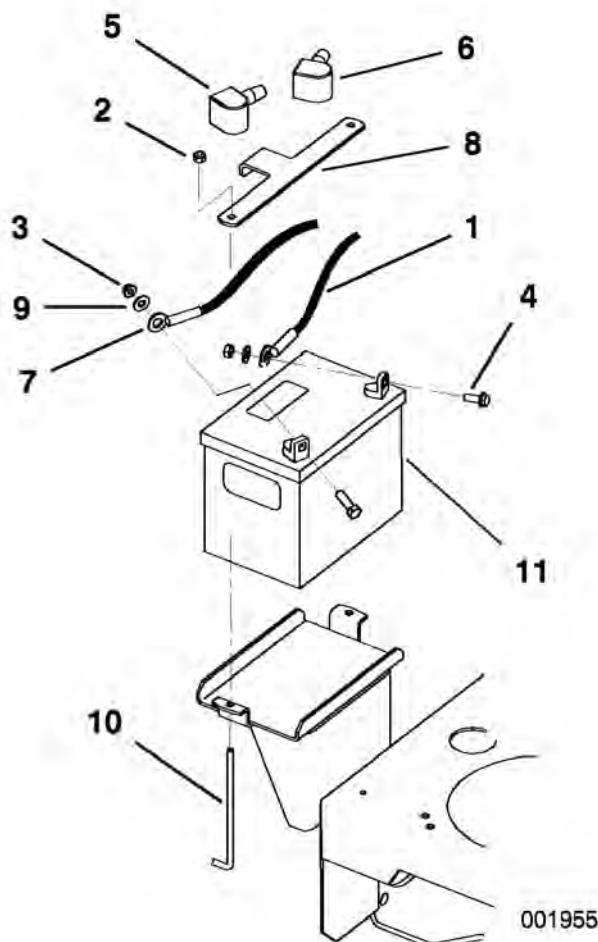

Figura 40
3. Levante la cubierta de goma negra del cable negativo. Desconecte el cable negativo del borne negativo (-) de la batería (Figura 40).
4. Retire la cubierta de goma roja del borne positivo (rojo) de la batería. Luego retire el cable positivo (rojo) de la batería (Figura 40).
5. Retire la pletina de sujeción de la batería (Figura 40), y retire ésta.
1. Coloque la batería en la máquina (Figura 40).
- Conecte primero el cable positivo (rojo) al borne positivo (+) de la batería con una tuerca, una arandela y un perno (Figura 40). Deslice la cubierta de goma sobre el borne.
- Luego conecte el cable negativo y el cable de tierra al borne negativo (-) de la batería con una tuerca, una arandela y un perno (Figura 40). Deslice la cubierta de goma sobre el borne.